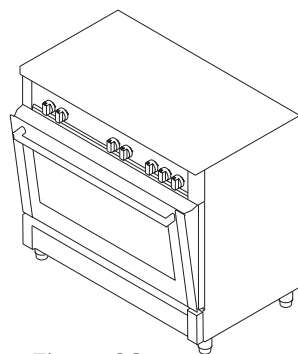

Figura 28
4. Poi fissare il pannello di sicurezza tra il forno e il coperchio anteriore chiudendo delicatamente il coperchio. (figura 28)